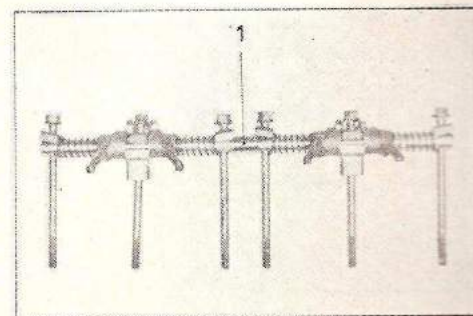

Fig. M 9.
Déposer la rampe (1) de culbuteurs d'admission, équipée de ses vis (fig. M 9).